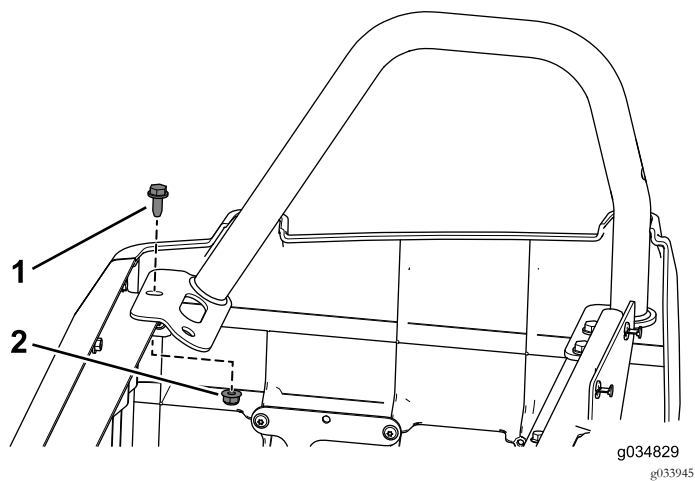

図 53
1. 右側腰部ガードの前フランジボルトとフランジナットを外す 図 53。